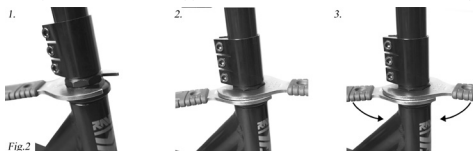

Fig.2
4. Hvis du har en rornøgler, skal du spænde begge møtrikker mod hinanden. Dette vil forlænge brugstiden indtil næste justering (Fig. 2).